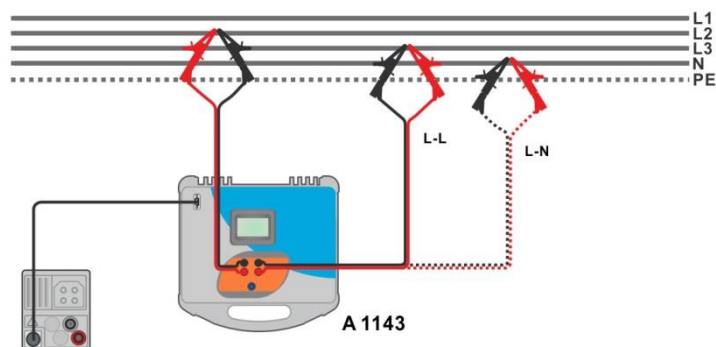

Abbildung 7.42: Hochpräzise Messung der Leitungsimpedanz Phase-Nullleiter oder Phase-Phase - Anschluss des A 1143
- Schließen Sie die Prüfleitungen am Prüfling an, siehe **Abbildung 7.42**.